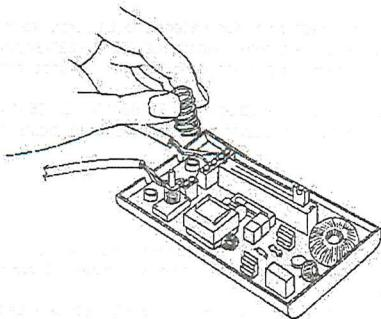
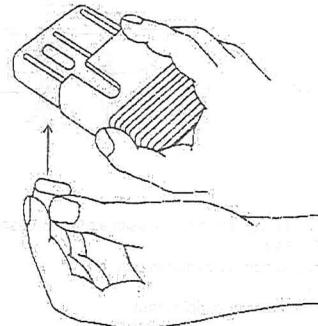

fig. B1
fig. B2
2. inserire il tasto trasparente (fig. b1) sulla sede del coperchio posizionare il cursore del potenziometro, tenere fermo con la mano il tasto e (fig. b2) appoggiare il coperchio sulla base.